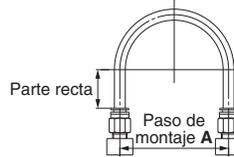

Fig. 1 Conexionado recomendado
1. Cuando se conectan las tuberías al recordaje instantáneo, use una longitud de conexionado con suficiente margen, conforme a las condiciones de conexionado mostradas en la Fig. 1.